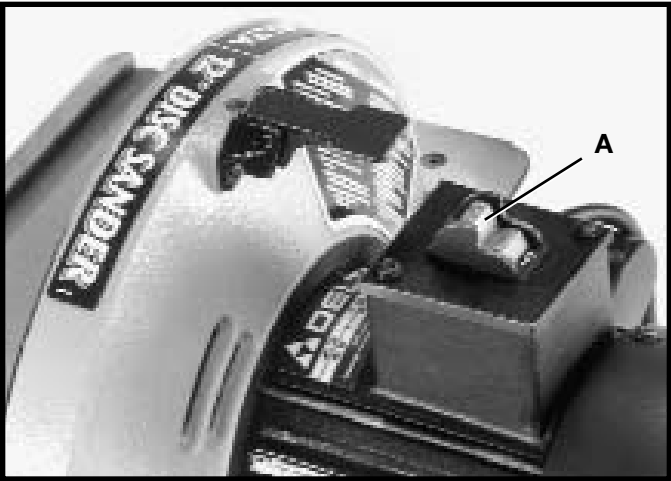

Fig. 8
El interruptor (A) Fig. 8 está situado encima del motor. Para encender la lijadora, mueva el interruptor (A) hacia la parte posterior de la lijadora. Para apagar la lijadora, mueva el interruptor (A) hacia la posición delantera, como se ilustra aquí.